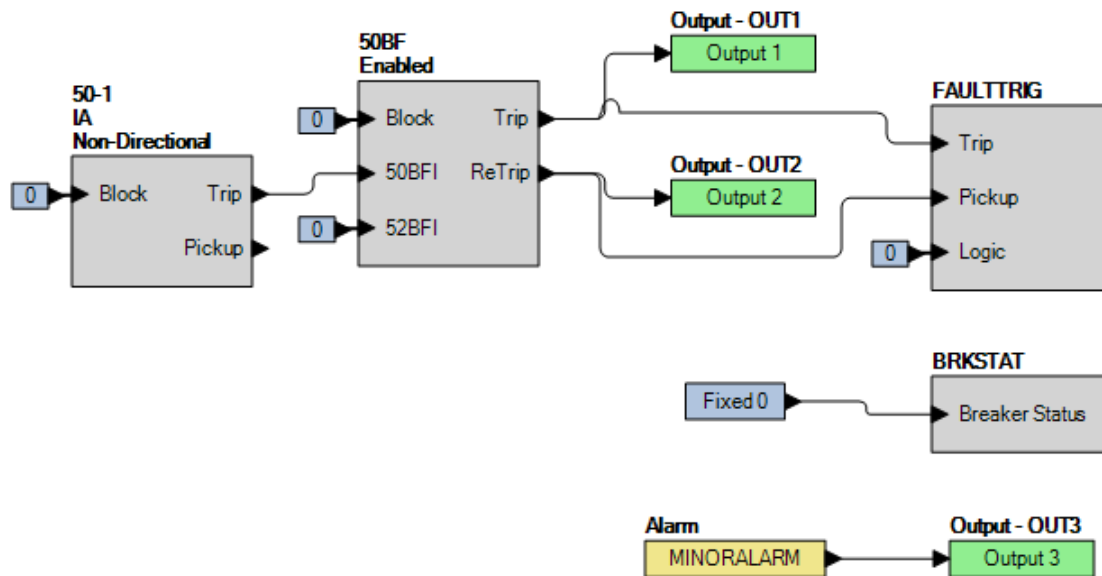

Figura 64-2. Ajustes de BESTlogicPlus (Inicio de disparo del BE1-11m con Supervisión de corriente BFI50)
Paso 8: Utilice BESTCOMSP $Plus$  para configurar la Lógica programable de BESTLogic $Plus$ , como se muestra en la Figura 64-2.